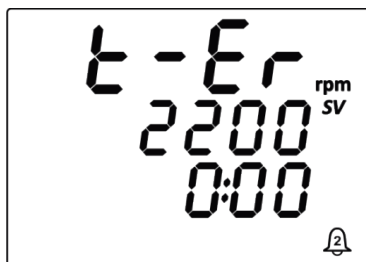

Рисунок 10 - Аварийный останов по перегреву
- 8.4.4. Если проигнорировать предупреждение о перегреве и продолжить работу, то через некоторое время произойдёт аварийный останов устройства с подачей звукового сигнала и отображением на дисплее сообщения об ошибке (Рисунок 10). Следует выключить устройство с помощью сетевого выключателя, дождаться остывания двигателя естественным путём и снова включить питание.